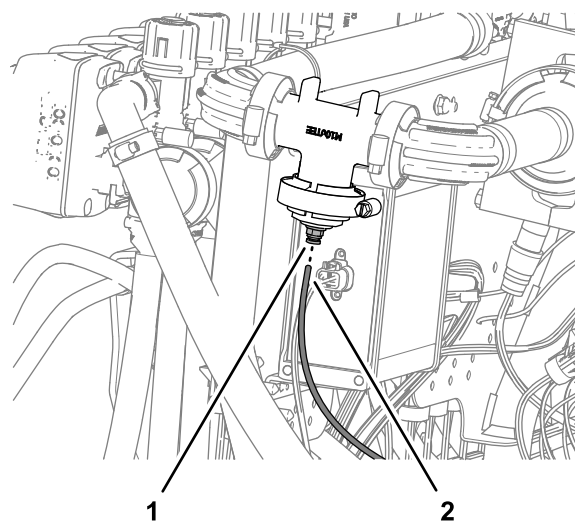

Figura 136
1. Alinhe a extremidade do tubo sensor de pressão (plástico) para o indicador de pressão no painel com o anel de tensão do acoplador do tubo (Figura 136).
2. Insira o tubo no anel de tensão até o tubo estar devidamente colocado (Figura 136).